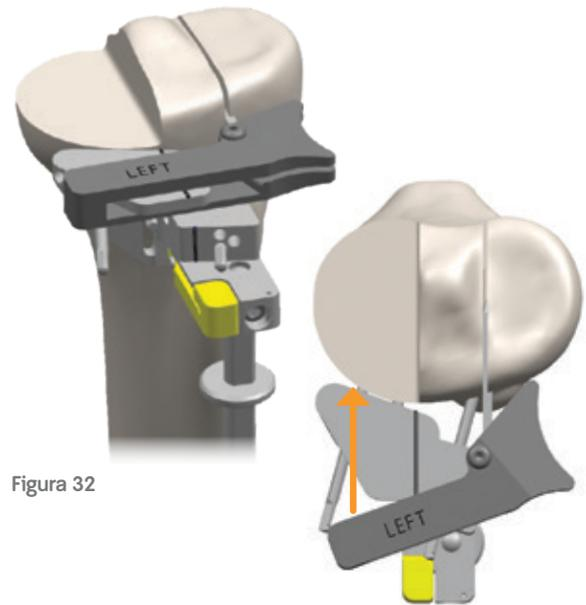

Figura 32
- 1 Localice el orificio del pin de fijación de la eminencia lateral. Presione el pin de fijación flotante de la guía de hoja de sierra lateral en el orificio mientras desliza la punta posterior de la guía de hoja de sierra que hay detrás del tendón patelar (figura 32).